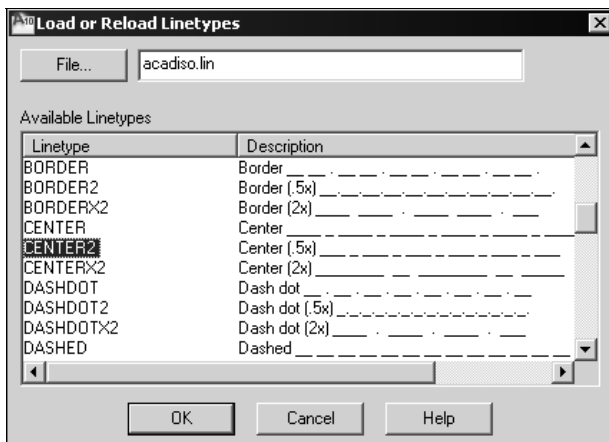

Рис. 5.10. Диалоговое окно загрузки типов линий
7. Для загрузки нужного типа линии в чертеж щелкните мышью на кнопке  **Load** (Загрузить) диалогового окна **Linetype** (Тип линии). Появится диалоговое окно **Load or Reload Linetypes** (Загрузка или перезагрузка типов линий) (рис. 5.10).